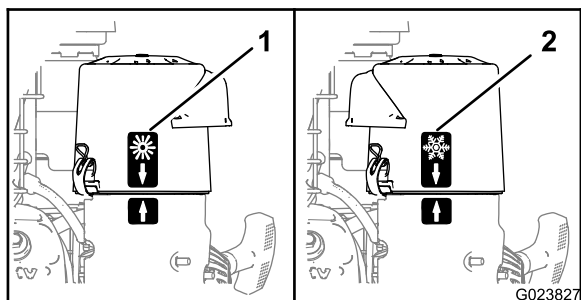

Рисунок 13
стороны была наклейка с изображением снежинки (Рисунок 13).
- При работе в **условиях нормальной температуры окружающего воздуха** установите крышку воздухоочистителя так, чтобы с наружной стороны была наклейка с изображением солнца (Рисунок 13).